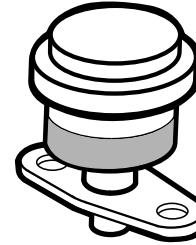

Bild 41
Warten Sie den Hauptluftfilter nur, wenn die Wartungsanzeige dies anzeigt (Bild 41). Das frühzeitige Auswechseln des Luftfilters erhöht nur die Gefahr, dass Schmutz in den Motor gelangt, wenn Sie den Filter entfernen.
1. Überprüfen Sie die Blockadeanzeige des Filters. Wenn die Anzeige rot ist, muss der Luftfilter ausgetauscht werden (Bild 41).